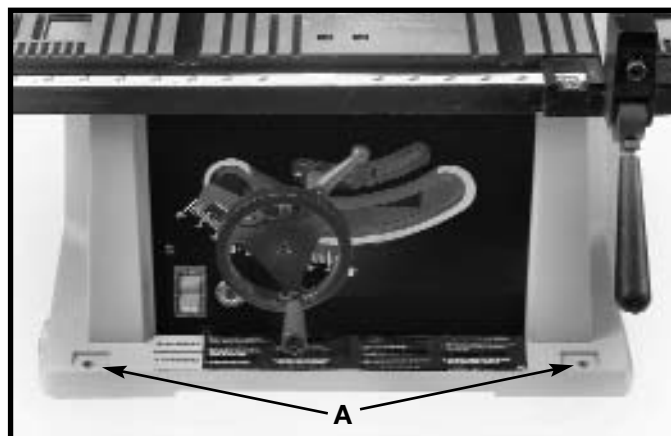

Fig. 4A
Positionner les quatre trous de montage à la base de l'armoire de la scie (dont deux sont illustrés en (A) fig. 4A sur le support que vous utiliser. Puis fixer la scie solidement sur les supports. La scie se fixe en attachant le socle à travers les trous de montage avec la visserie appropriée (non fournie).